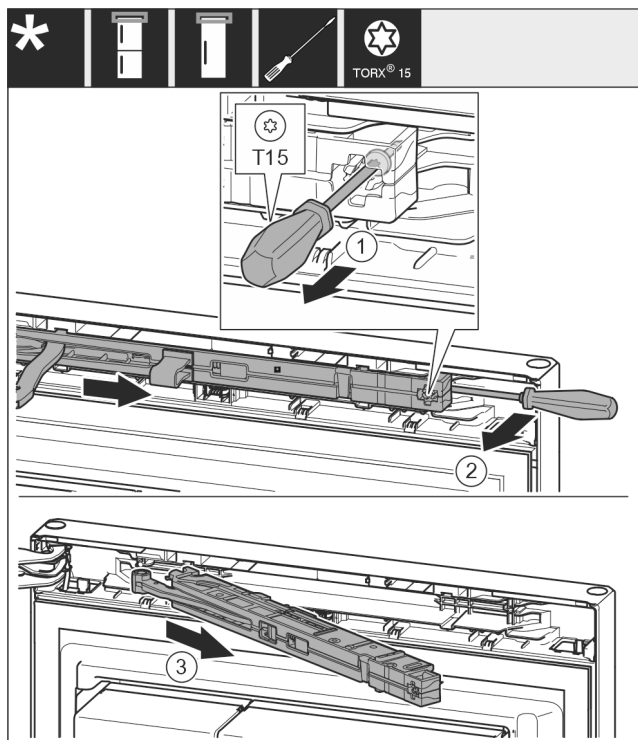

Fig. 8
- Afloje el tornillo en la unidad de amortiguador de cierre aprox. con un destornillador T15 de aprox. 14 mm. Fig. 8 (1)
- Desplácelo con un destornillador por el lado del tirador detrás de la unidad de amortiguador de cierre y gire la unidad hacia delante. Fig. 8 (2)
- Extraiga la unidad de amortiguador de cierre. Fig. 8 (3)